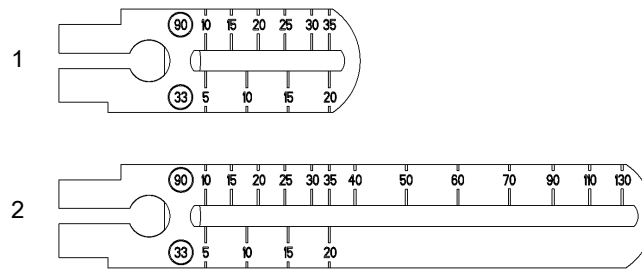
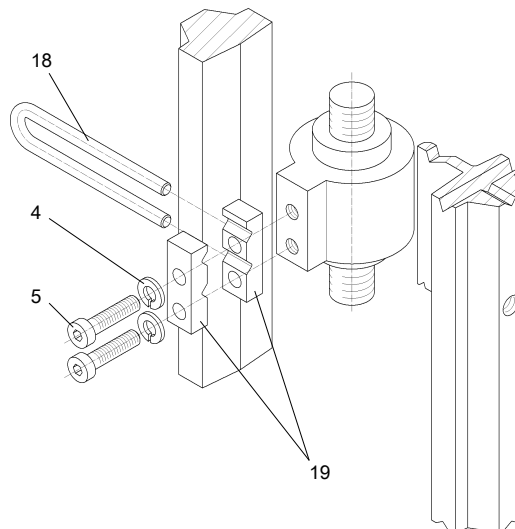
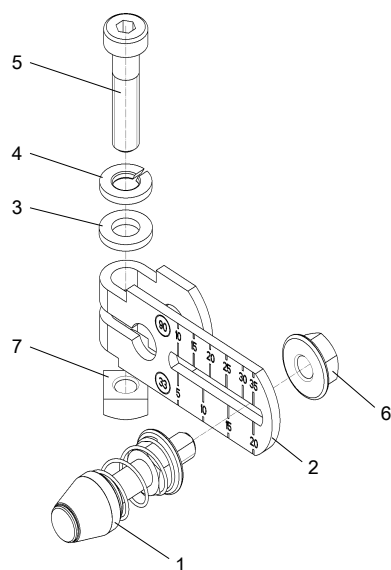

Fig. 9: Hendel NAMUR van 3 mm tot 35 mm (1), hendel NAMUR van > 35 mm tot 130 mm (2)
Fig. 10: Montage slagsensor op aandrijfspil
Fig. 11: Hendel gemonteerd
1. Fig. 9: De klemstukken (19) met cilinderkopschroeven (5) en veerringen (4) op de aandrijfspil monteren.
2. De opnamebeugel (18) in de uitfrezingen van de klemstukken (19) schuiven. De benodigde lengte instellen en de schroeven (5) zodanig vastdraaien dat de opnamebeugel nog kan worden verschoven.
3. Fig. 10: De pen (1) op de voorgemonteerde hendel (2) instellen op de op de actuator aangegeven waarde van het slagbereik of, wanneer deze niet als schaalwaarde aanwezig is, de volgende grotere schaalwaarde. In geval van onzekerheid met betrekking tot de werkelijke aandrijfslag (pneumatische actuatoren beschikken vaak over een reserve in de regelweg) zou in principe de volgende grotere schaalwaarde gekozen moeten worden. Het midden van de stift moet op de schaalstreep op de hendel (2) staan.
4. Hendel (2) tot aan de aanslag op de as van de klepstandsteller schuiven en bevestigen met een cilinderkopschroef (5). Hierbij het max. aanhaalmoment van 8/6 [Nm/lbf ft] niet overschrijden.
5. Fig. 11: Montagehoek (17) met twee zeskantschroeven (21), veerringen (9) en sluitringen (22) op de achterkant van de klepstandsteller monteren. De keuze van de gatenreeks hangt af van de breedte van het lantaarnstuk van de actuator. Daarbij moet de rol zo dicht mogelijk tegen de spil in de opnamebeugel (18) grijpen, maar deze mag het klemstuk (19) niet raken.